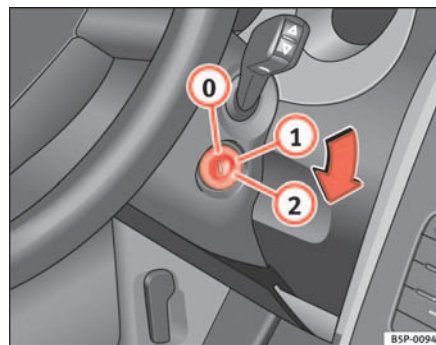

Fig. 92 Positions de la clé de contact
Dans cette position ⇒ fig. 92 l'allumage et le moteur sont déconnectés, ce qui peut bloquer la direction.
- Amenez la clé de contact en position ⇒ page 133, fig. 92 ①. Le témoin  s'allumera en cas de préchauffage du moteur.
- Lorsque le témoin s'éteint, tournez la clé en position ② pour lancer le moteur sans appuyer sur l'accélérateur. ▶
- Amenez la clé de contact en position ⇒ page 133, fig. 92  ▶